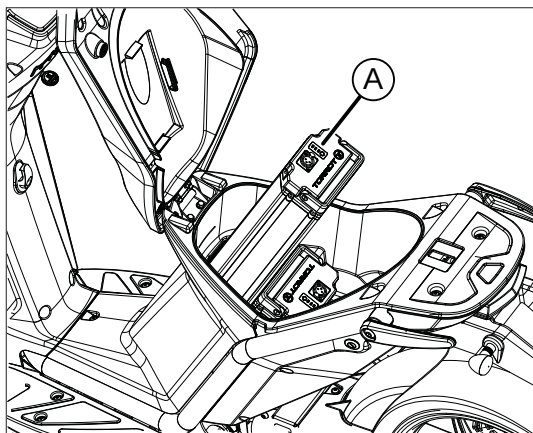

fig. 4
- afloje la cinta de velcro y saque la batería de tracción A fig. 4 de su alojamiento.